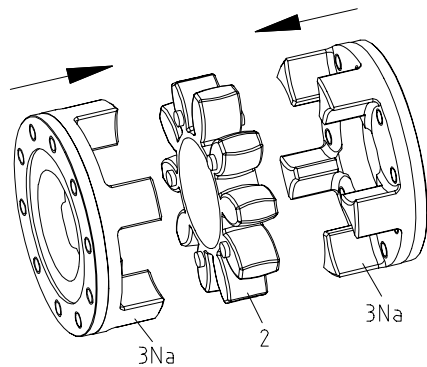

Bild 5
- Stecken Sie die Mitnehmerflansche (3Na) und den Zahnkranz (2) zusammen (siehe Bild 5).